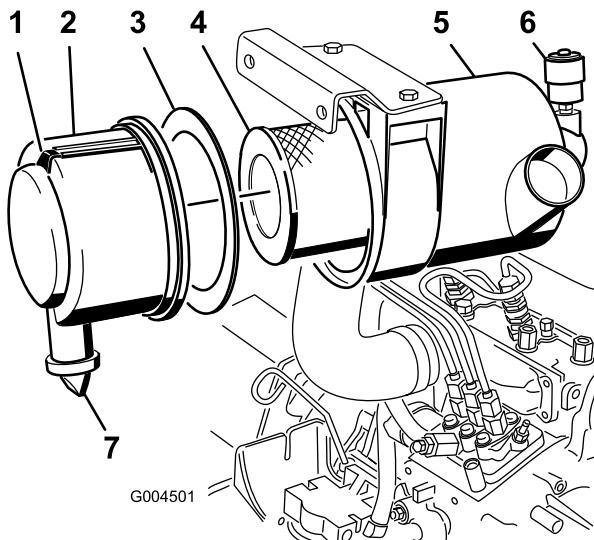

Figura 39
2. Efectue a manutenção do filtro de ar quando o indicador do filtro de ar (Figura 39) ficar vermelho ou a cada 400 horas (com maior frequência em condições de trabalho muito sujas ou poeirentas). Não efectue a manutenção do filtro de ar com demasiada frequência.
1. Puxe o trinco para fora e rode a cobertura do filtro de ar no sentido contrário ao dos ponteiros do relógio (Figura 39).
2. Retire a cobertura do corpo do filtro de ar (Figura 39).
- Retire e substitua o filtro primário (Figura 39).
- Certifique-se de que a junta de espuma está no lugar na tampa e de que não está rasgada nem danificada (Figura 39).
- Limpe a válvula de saída de borracha da tampa (Figura 39).
- Reinic peace o indicador (Figura 39), se este estiver vermelho.